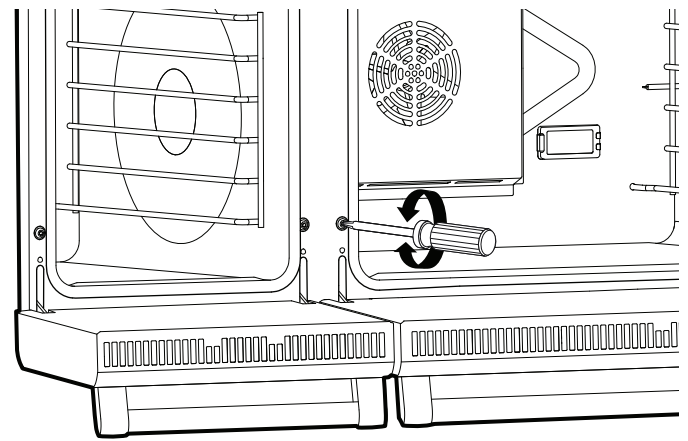

Figure 11 : Vis d'ajustement des charnières
4. Vous pouvez ajuster l'inclinaison en vissant ou dévissant à l'aide d'un grand tournevis Torx T-20 la vis Torx de la charnière, située directement au-dessus de la fente de la charnière. Tournez la vis jusqu'à ce que la porte soit correctement alignée (Figure 11).